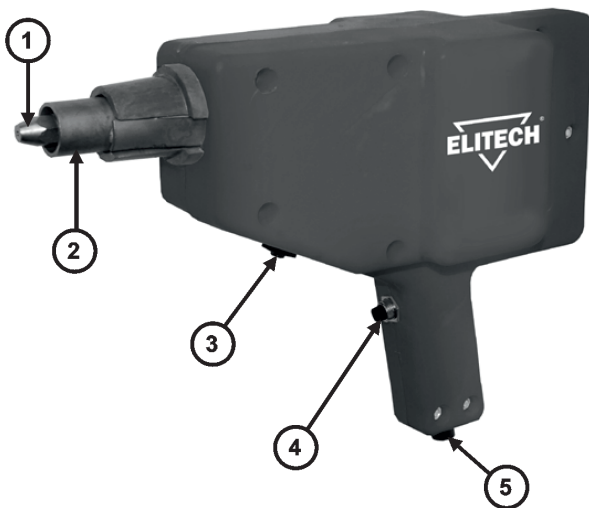
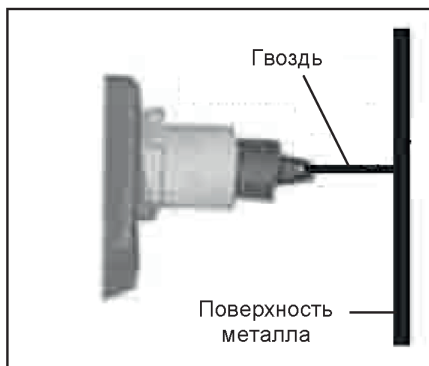

Рис. 1
Рис. 2
2. Вставьте гвоздь (Рис. 2) в наконечник 1 (Рис. 1) до упора.
5. В прижатом состоянии нажмите на кнопку пуска 4 (Рис. 1) на 1 - 5 секунд. По истечении выбранного времени отпустите кнопку пуска и отведите аппарат от места сварки. Проверьте прочность сварки. При срабатывании предохранителя 3 (Рис. 1) отключите аппарат от электросети и дайте ему охладиться в течение 2-3 минут. Затем нажмите на кнопку предохранителя. Аппарат готов к работе.